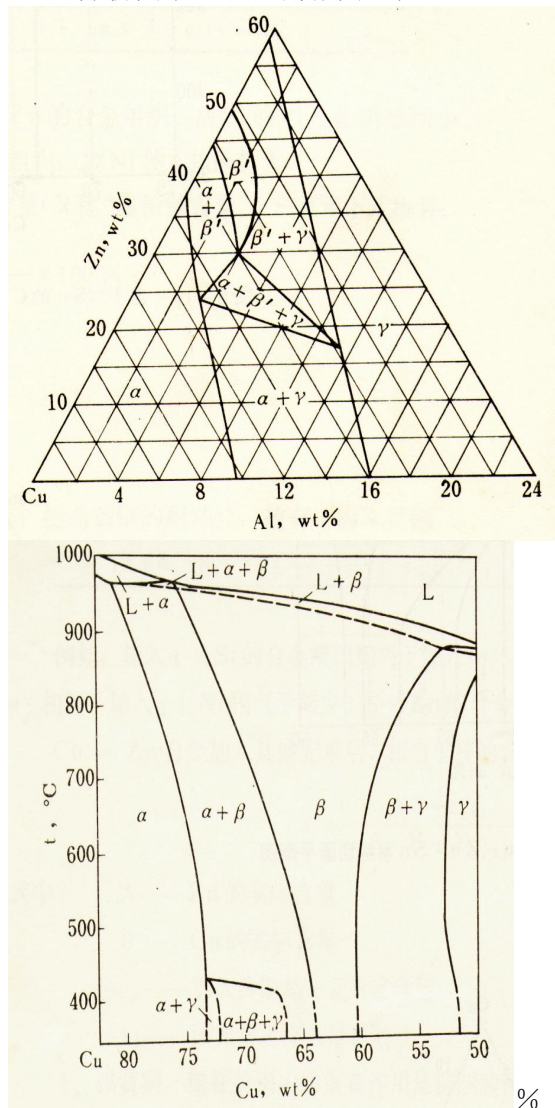

图 5-2
- 2 图 5-2 为 Cu-Zn-Al 合金室温下的等温截面和 2%Al 的垂直截面图，回答下列问题：